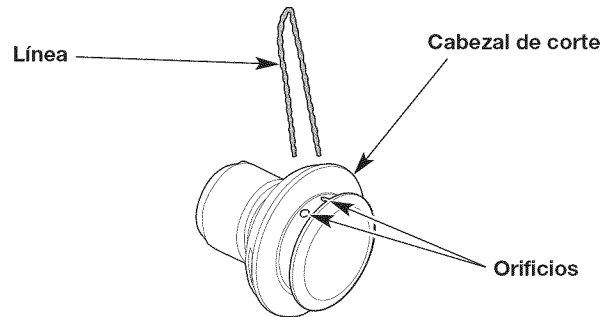
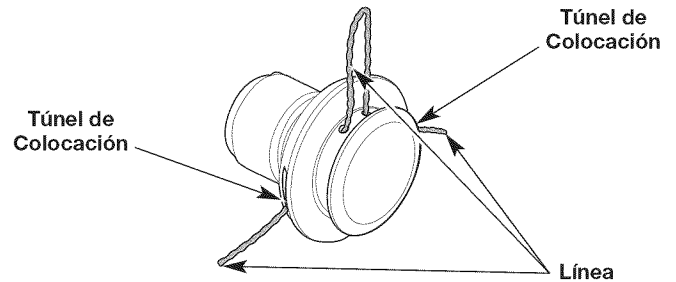

Fig. 15
Fig. 16
- Inserte los extremos de la línea en los orificios circulares grandes ubicados al costado del cabezal de corte (Fig. 15). Empuje la línea a través de los orificios hasta que ambos extremos salgan de los túneles de colocación (Fig. 16).